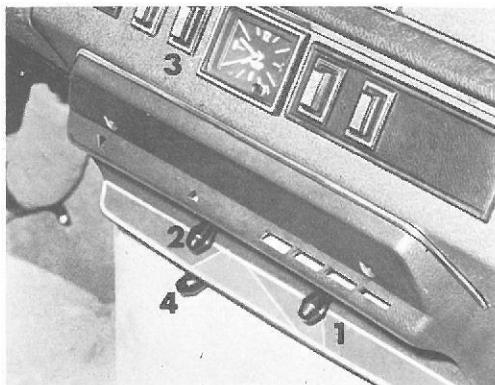

Fig. 23 – Klimaanlæg
#### Regulering af luftmængde (Fig. 23 (1))
#### Fordeling af luftmængden (Fig. 23 (2))
**Temperaturregulering (Fig. 23 (4))**
**Blæser (Fig. 23 (3))**